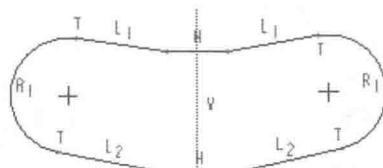

图 1.9 添加其他相等约束
Step5. 参照 Step4 的方法添加图 1.9 所示的相等约束。